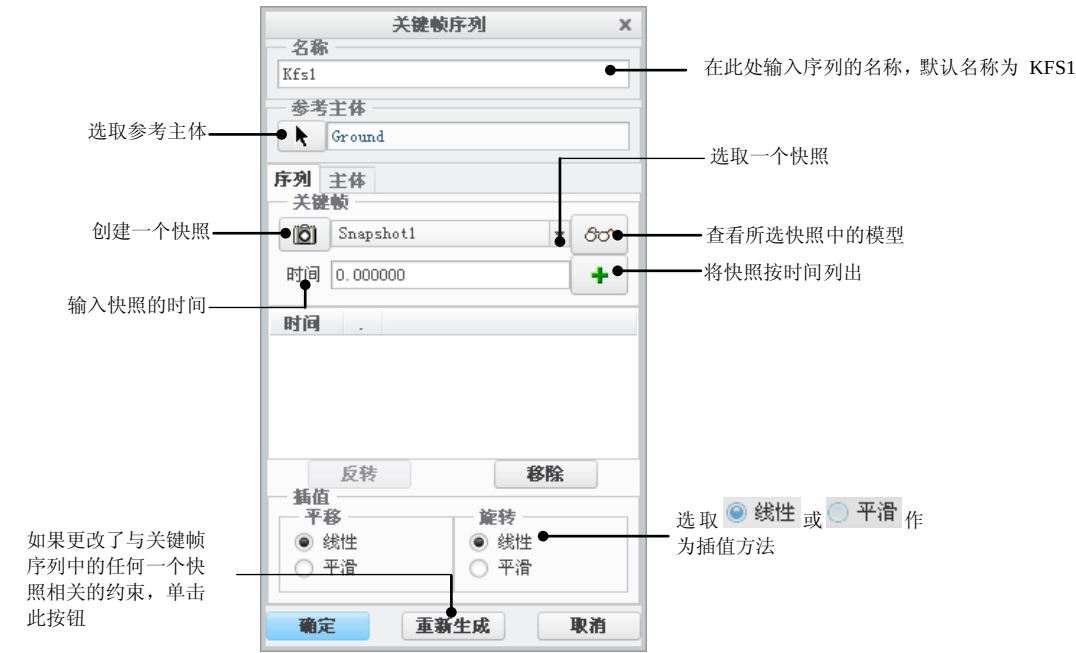

图 10.2.18 “序列”选项卡
(2) 单击“关键帧序列”对话框中的 **新建** 按钮，系统弹出图 10.2.18 所示的“关键帧序列”对话框。在“关键帧序列”对话框中包含 **序列** 选项卡(图 10.2.18)和 **主体** 选项卡(图 10.2.19)。